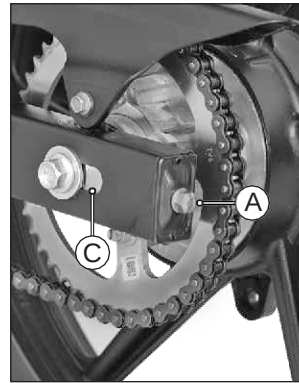

Fig. 2.54A
- Afloje y ajuste al mismo nivel los tornillos tensores de cadena (A y B) hacia adentro o hacia afuera, igualando las marcas (C y D) a cada lado hasta obtener la holgura de la cadena especificada. (Fig. 2.54A y 2.54B)
- Ahora apriete los tornillos tensores de la cadena. (Fig. 2.54A y 2.54B)